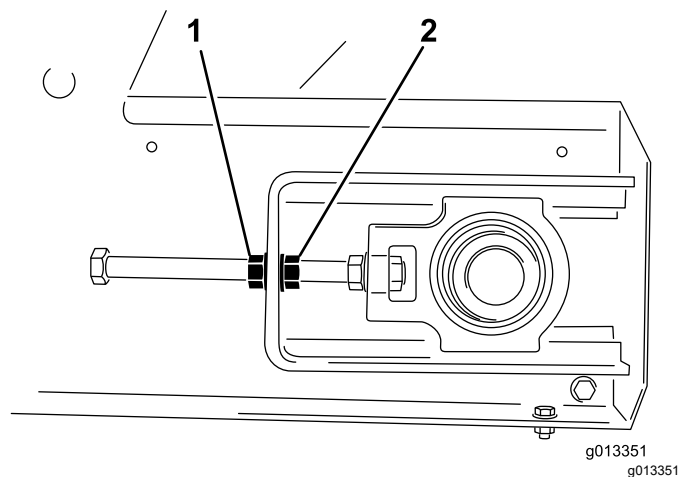

図 58
4. テンショナロッドが回らないようにロッドの端部をレンチで押さえながら、もう本のレンチでロックナットロッドの端部に一番近いナットをゆるめる **図 58**。
3. ベルトが寄ってくる側で調整する。テンショナロッドが回らないようにロッドの端部を押さえながらロックナットをゆるめ、調整ナットをナットの面分締めつける **図 58**。